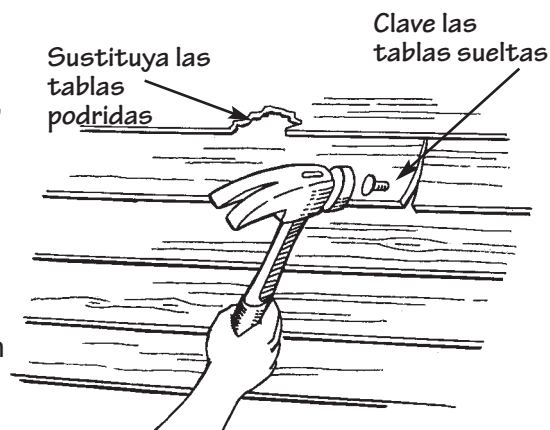

Figura 24.
- Clave las tablas sueltas del revestimiento viejo, y sustituya las que estén podridas (Figura 24). **No instale el revestimiento vinílico sobre madera podrida.**